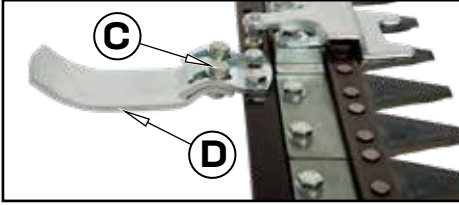

Fig. 4 - E.S.M. Ot biçmenin kesme yüksekliğinin ayarlanması
E.S.M. tip ot biçme (Fig. 4)
- İki destek kazağını (D) sabitleyen cıvataların (C) gevşetilmesi
- İki kazağın (D) pozisyonunu arzu edildiği gibi ayarlayın, sonra cıvataları (C) tekrar sıkın.